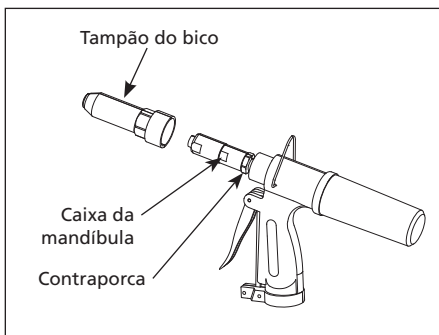

Figura 3
1. Segure a pistola de rebites com a tampa da ponta voltada na direção contrária a você. Remova a tampa da ponta de cromo (consulte a Figura 3).
2. Use uma chave de 15 mm para segurar a caixa da mandíbula e uma chave de 17 mm para soltar a contraporca (consulte a Figura 3).